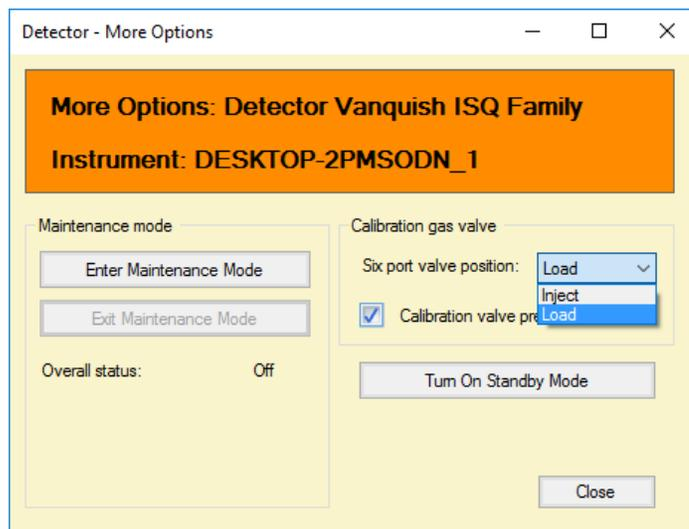

图 56：冲洗校准溶液
- 1) 在 **Detector-More Options** (**检测器-更多选项**) 框中，使用下拉菜单将阀门位置切换到 **Load** (**载入**)。见图 56。